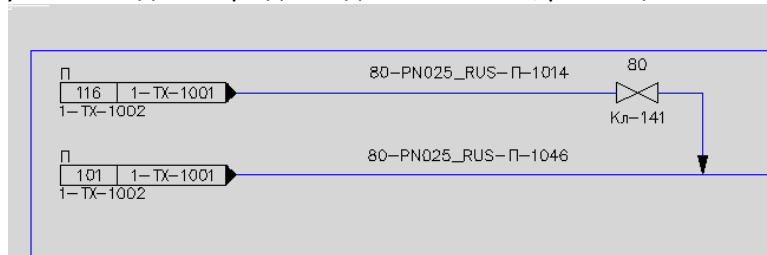

Рис. 36
- Нажмите **Назначить** и убедитесь, что информация обновилась и в **Диспетчере данных**, и в графической области. Автоматически подставилось значение условного диаметра для задвижки **Кл-141**, размещенной на этой линии (Рис. 36).